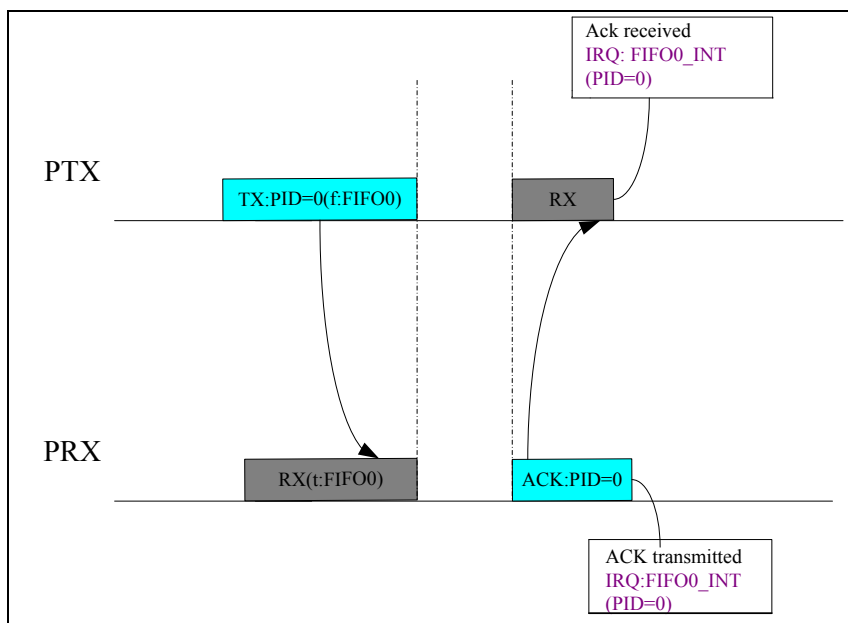

图 6-7 ACK 使能正常通讯中断示意图
- ◇ 当 PTX 与 PRX 同时使能当前通信 PIPE 的 ACK 功能后（Pn\_EN = ‘1’并且 Pn\_ACKEN = ‘1’）。PRX 在正确接收一帧数据后由 RX 模式自动切换为 TX 模式发送 ACK 帧，并在完成 ACK 帧发送后置起 FIFO0\_INT (0x11) 中断标志位（详见图 6-7）。PTX 在一帧数据发送完成后由 TX 模式自动切换为 RX 模式等待接收 ACK 帧，并在成功接收到 ACK 帧后置起 FIFO0\_INT 中断标志位（详见图 6-7）。
ACK 使能情况下( $Pn\_ACKEN=1$ ), PTX 在成功接收 ACK 后, 中断标志位  $FIFO0\_INT$  将置'1'。若 PRX 成功接收数据包 (PHR 与 PSDU 正确), 在回复 ACK 后中断标志位  $FIFO0\_INT$  将置'1', 如图 6-7 所示。